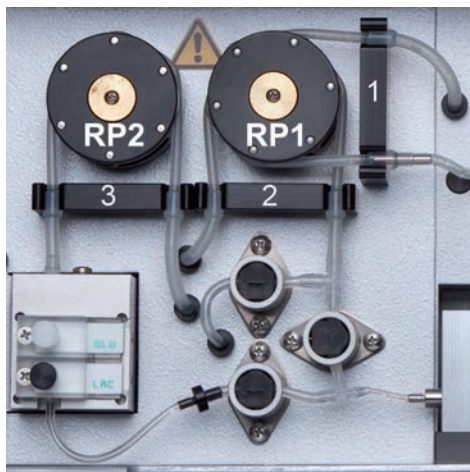

Рисунок 20 Роликовые насосы и переходники трубок анализатора modular pro meta
- Сначала извлеките **использованные трубки** из **положения 1** (см. рисунок 20) из **правого роликового насоса** вместе с трубками, подключенными к коннектору и пробоотборному каналу. Вытяните трубку из отсека клапанов. **Но не удаляйте трубки из нижней части пробоотборного канала, ведущие к стенке, сенсору гемоглобина (Hb) или матрице сенсоров! Эти трубки заменяются технической службой во время ежегодного обслуживания!**
- Затем удалите **использованные трубки** из **положения 2** (см. рисунок 20) из **правого роликового насоса** и все трубки, подключенные к коннектору и клапанам до нижнего порта биосенсоров и матрицы сенсоров.
- Установите **новые трубки в положение 2** в натяжной блок и поместите оба стопора в **стопорную секцию натяжного блока** (см. рисунок 20).
- Установите **новые трубки в положение 1** через натяжной блок и установите оба стопора в **стопорную секцию натяжного блока** (см. рисунок 20).
- Аккуратно натяните новую трубку роликового насоса на правый роликовый насос и подведите соответствующие трубки (см. рисунок 20) к пробоотборному каналу и коннектору на стенке. Поместите трубку в середину клапана для исправной работы.
- Удалите **использованные трубки** из **положения 3** (см. рисунок 20) из левого роликового насоса (2) вместе с трубками, подключенными к стенке и верхнему порту биосенсорного модуля.